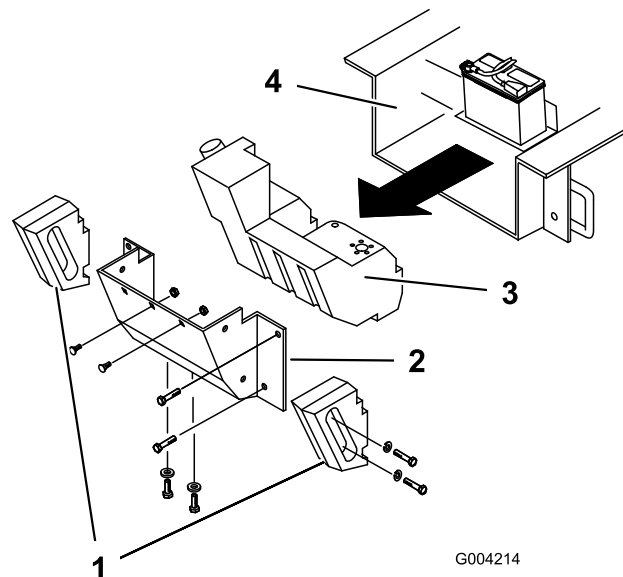

Figura 61
Abra el capó e inspeccione frecuentemente la zona debajo del motor con una linterna. Cuando la acumulación de residuos llegue a 2,5–5 cm de grosor, complete el procedimiento siguiente (consulte Figura 61 para todo este procedimiento):
4. Retire los pernos, las arandelas y las arandelas de freno que fijan los dos contrapesos laterales, y retire los contrapesos (Figura 61).
7. Retire las seis tuercas y los pernos que fijan el panel trasero, y retire el panel (Figura 61).
9. Deslice el depósito de combustible hacia atrás (Figura 61).
16. Introduzca el depósito de combustible parcialmente en el chasis (Figura 61).
22. Vuelva a colocar el panel trasero y fíjelo con los seis pernos y las tuercas que retiró anteriormente (Figura 61).
24. Instale los contrapesos laterales con los pernos, las arandelas y las arandelas de freno que retiró anteriormente (Figura 61).